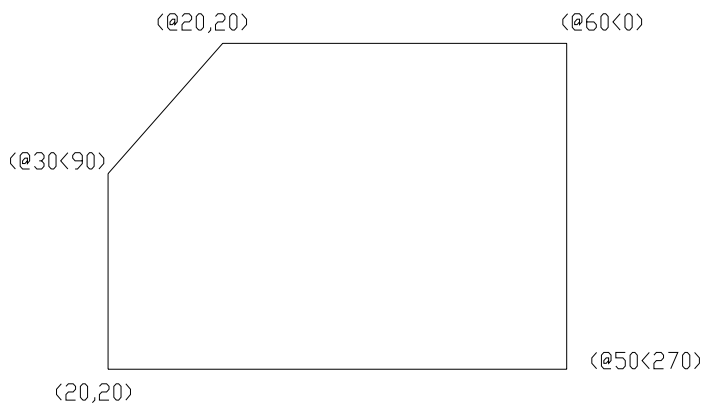

图 2-18 坐标输入方式
**操作实例:** 在绘图过程中不是自始至终只使用一种坐标模式,而是可以将一种、两种或三种坐标模式混合在一起使用。在图2-18中,先以绝对坐标开始,然后改为极坐标,又改为相对坐标。作为一个CAD操作者应该选择最有效的坐标方式来绘图。